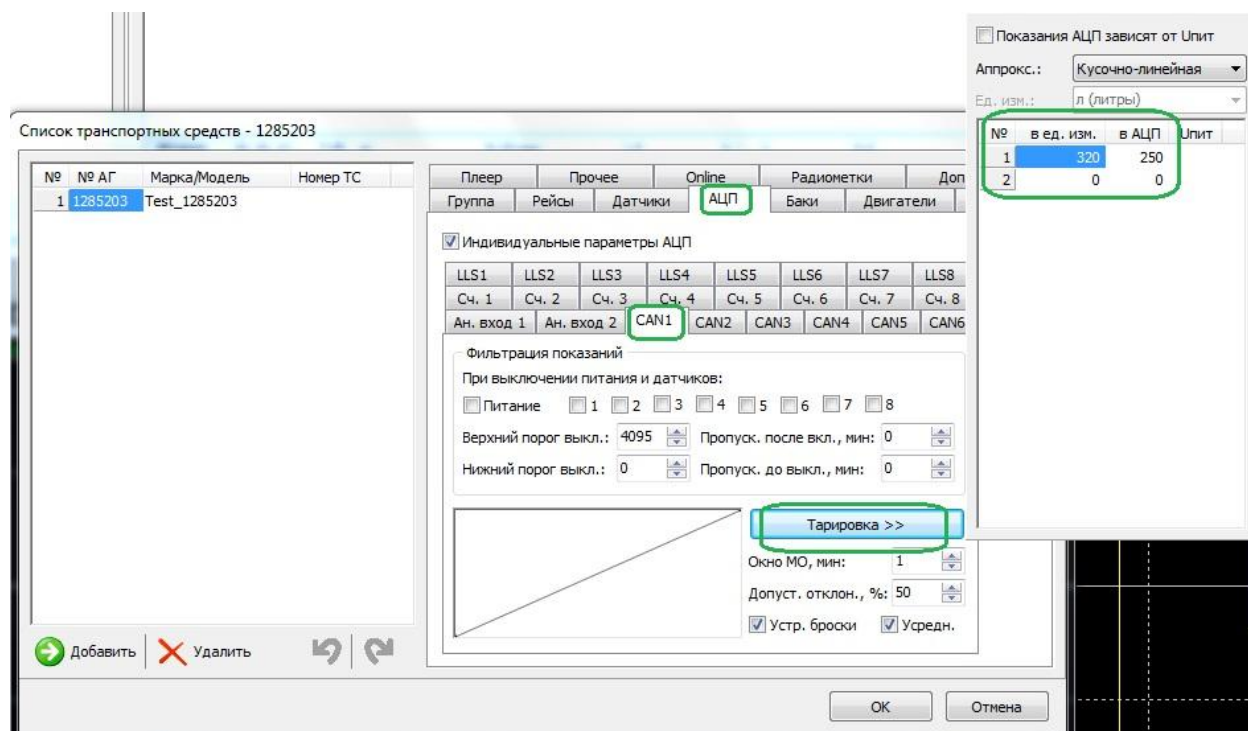

Рисунок 5
3.2.3. На вкладке АЦП выбрать источник данных, нажать «Тарировка» и заполнить тарировочную таблицу из 2 строк – пустой и полный бак (Рис. 5):